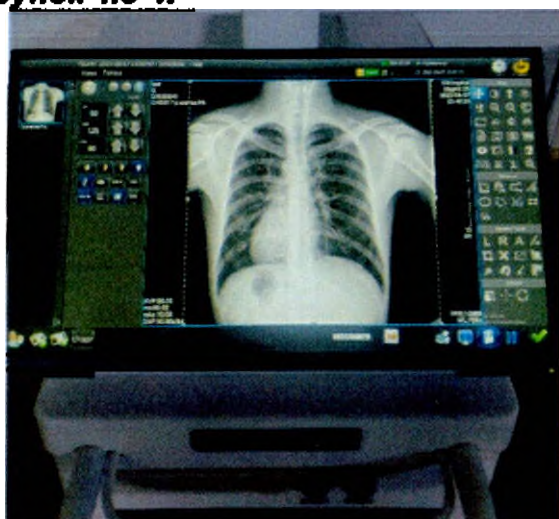

Рисунок 4.3-4.
4. Изображение появится в области отображения окна обследования, рис **Рисунок 4.3-4.**